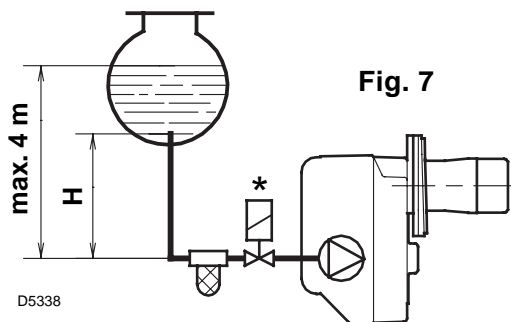
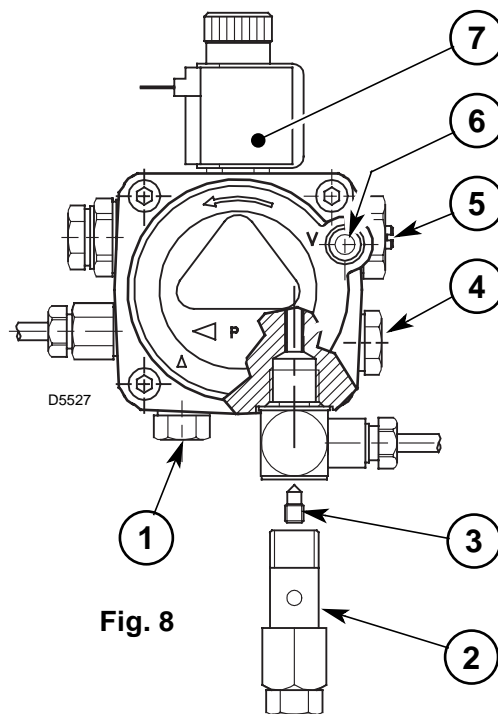

Fig. 7
Fig. 8
- La pompa è predisposta per funzionamento bitubo. Per il funzionamento monotubo è necessario svitare il perno (2), togliere la vite di by-pass (3), quindi riavvitare il perno (2) (vedi fig. 8).
Nell'impianto di fig. 7 è sufficiente allentare l'attacco del vacuometro (6, fig. 8) ed attendere la fuoriuscita del combustibile.